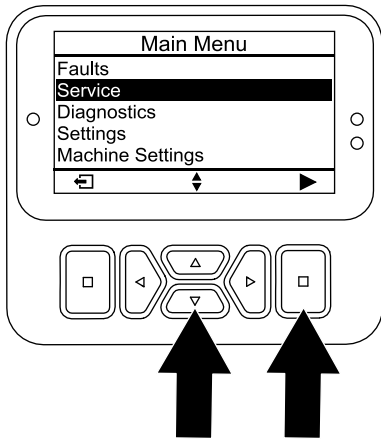

Figure 105
3. Appuyez sur le bouton vers le bas jusqu'à ce que l'option ENTRETIEN soit sélectionnée, puis appuyez sur le bouton de sélection (Figure 105).